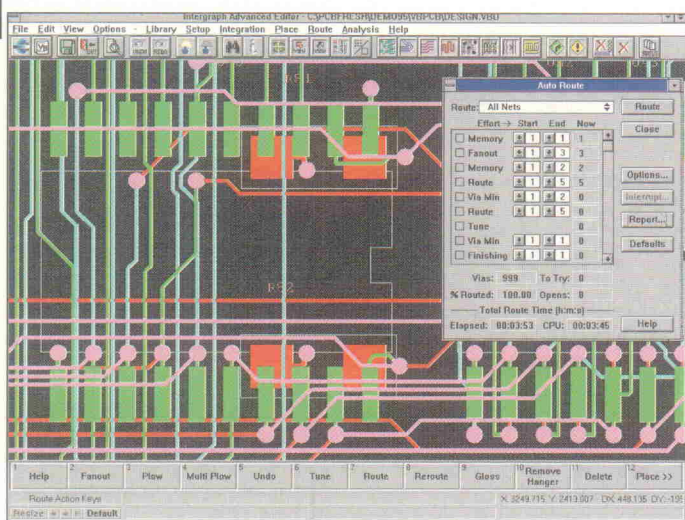

Bild 4. Der rasterlose Autorouter liefert ein sauberes Layout.
Der Advanced Editor (AE) ist nicht etwa eine professionelle Textverarbeitung, sondern ein noch junger Shape Based Autorouter. Er ist sowohl extern als auch direkt aus dem PCB heraus zugänglich. Die Oberfläche entspricht dem Erscheinungsbild der anderen Programme, hier findet sich auch wieder das Echtzeit-Scrolling. Innerhalb des AE kann der Anwender nicht nur dem Routing-Prozess zusehen, sondern auch 'richtig' arbeiten. So ist manuelles und interaktives Routen, Autorouten, die Konfiguration derselben oder auch das Verschieben von Bauteilen möglich. Die Funktion 'Dyna Plow' unterstützt den Layouter mit einem Push-and-Shove-Algorithmus, jedoch nicht in Echtzeit. Der Anwender verlegt Leiterbahnen Stück für Stück, und nach jedem Absetzen eines Teilstücks verschiebt AE alle in der Nähe befindlichen Wires und Vias. 'Gloss' bewirkt eine Glättung der Leiterbahnen, Pad-Anschlüsse werden vereinfacht. 'Fanout' erzeugt um komplexe Vielbeiner herum ein auseinandergezogenes Via-Feld, so daß sich das Routen an engen SMD Pads vereinfacht. Der Autorouter produziert in der Standardkonfiguration ein sehr gutes und sauberes Layout und geht dabei flott zu Werke (Bild 4).